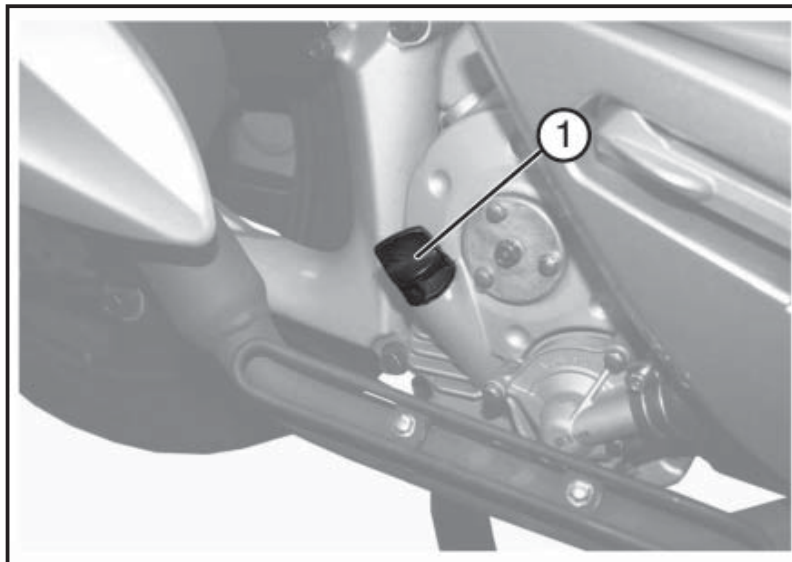

Fig. 02
- Contrôler qu'après avoir ajouté de l'huile, le niveau sur la jauge est situé entre le **MIN** et le **MAX** (Fig. 02).